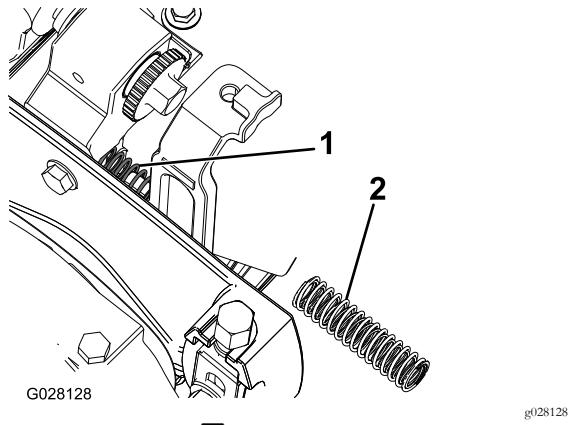

图6
11. 用尖嘴钳卸除滚刀组两侧的压缩弹簧并用新的内、外压缩弹簧更换 图6。